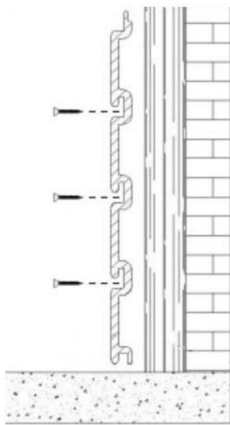
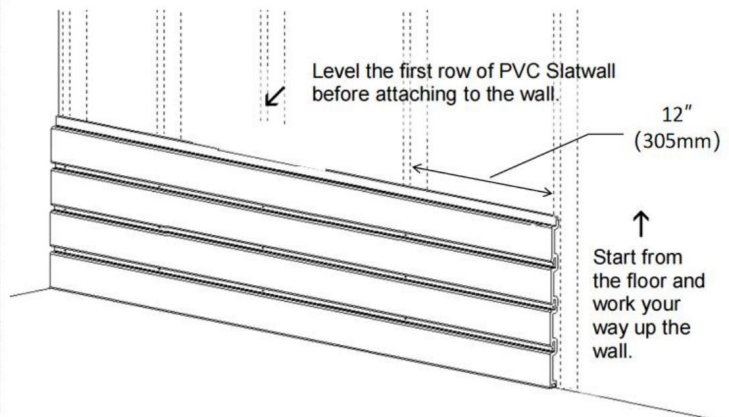

Figure 2
Figure 3
2. Il est recommandé d'installer les bandes de bois sur le mur à des intervalles de 12" (305 mm). Installez ensuite les vis dans les fentes des panneaux muraux, comme indiqué sur la Figure 2 et la Figure 3. Assurez-vous de mettre à niveau le panneau mural à lattes avant de le visser dans les montants en bois. Vissez le panneau mural à lattes, le couple de serrage de la perceuse électrique est recommandé de 18-38 NM.